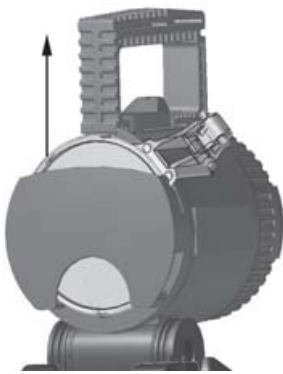

Bild 1 Scheibe entnehmen
1. Leuchtenoberteil (Bild 1)
Unter dem Traggriff befindet sich ein Drehschalter (Bild 1, Pos. 1) mit 5 Schaltstellungen.
Seitlich am Leuchtenkopf befindet sich eine LED-Ladezustands- und Kapazitätsanzeige (Bild 1, Pos. 2). An der Rückseite des Leuchtenkopfes ist ein schwenkbarer Vorsteckscheibenbehälter eingerastet (Bild 1, Pos. 3/5).
Das Ladekabel (nur Typen SEB... L) wird durch Drehen des Vorsteckscheibenbehälters zugänglich (Bild 1, Pos. 4).
Bis zu drei Vorsteckscheiben (Streuscheiben) können im Vorsteckscheibenbehälter aufbewahrt werden. Am Verschraubungsring sind federnde Nocken angebracht (Bild 1, Pos. 7), in die eine Vorsteckscheibe eingesteckt werden kann (Achtung: Einstecken nur von einer Seite).
Durch Drehen des Verschraubungsringes (ca. 2 Umdrehungen) kann der Lichtstrahl von Scheinwerfer- bis Breitstrahlcharakteristik eingestellt werden (Bild 1, Pos. 6).
Der Leuchtenkopf kann um ca. 100° geschwenkt werden (Bild 1).
Hierzu ist der Stützfuß der Vorsteckscheibe in Richtung Traggriff abzuschwenken und dann nach oben herauszuziehen (Bild 1)
2. Innensechskantschraube (Bild 1, Pos. 7) unten am Leuchtenkopf lösen.
3. Danach den Verschraubungsring durch Linksdrehung entfernen (Bild 1, Pos. 8).
4. Entnehmen Sie die Lampe aus der Bajonett-Fassung. (Hauptlampe: Drücken-links drehen-ziehen) (Bild 1, Pos. 9) (Nebenlampe: Drücken-rechts drehen-ziehen) (Bild 1, Pos. 9)